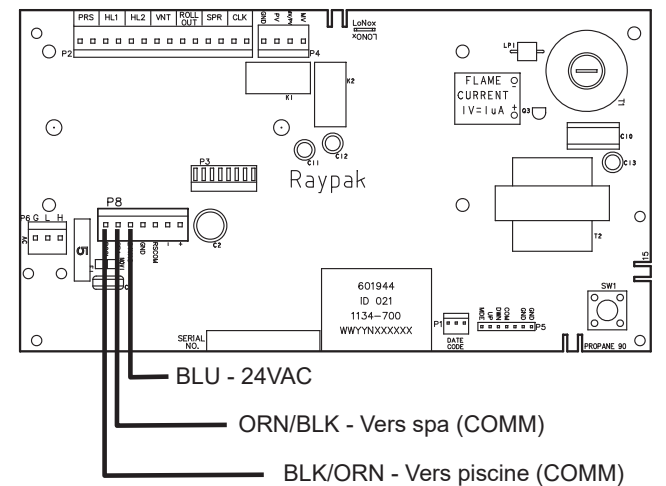

Figure 51. Connexion du harnais de câble d'un thermostat à 3 fils au connecteur P8
5. Connectez le harnais de câble 3 fils pour thermostat externe au connecteur P8 et mettez l'appareil à ON, voir **Figure 51**.